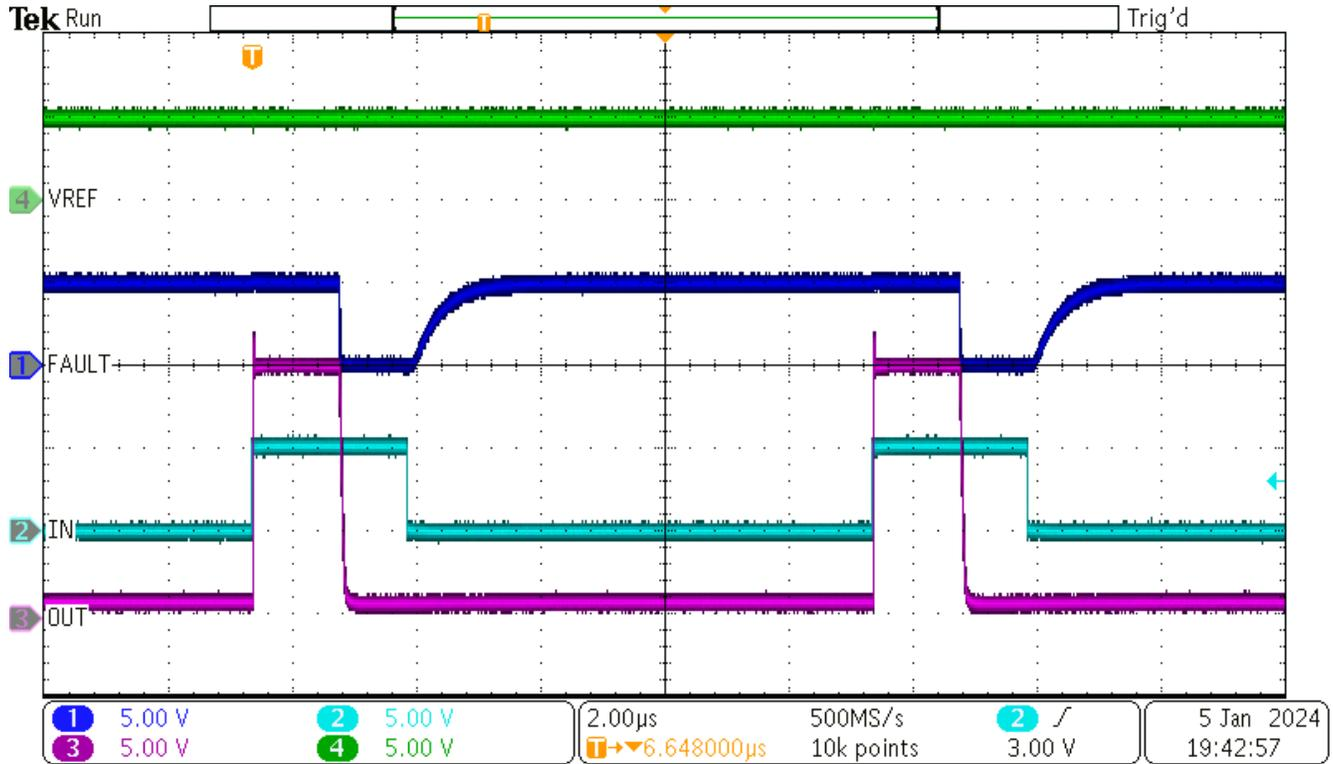

图 3-2. UCC57108EVM 开箱即用评估的参考波形。
- b. OUT 信号的宽度必须比 IN 信号窄。请参考图 3-2。
- c. 查看 FAULT 信号，该信号必须始终为高电平，除非在 IN 为高电平期间 OUT 信号为低电平。当 IN 变为低电平时，FAULT 信号再次上升为高电平。请参考图 3-2。